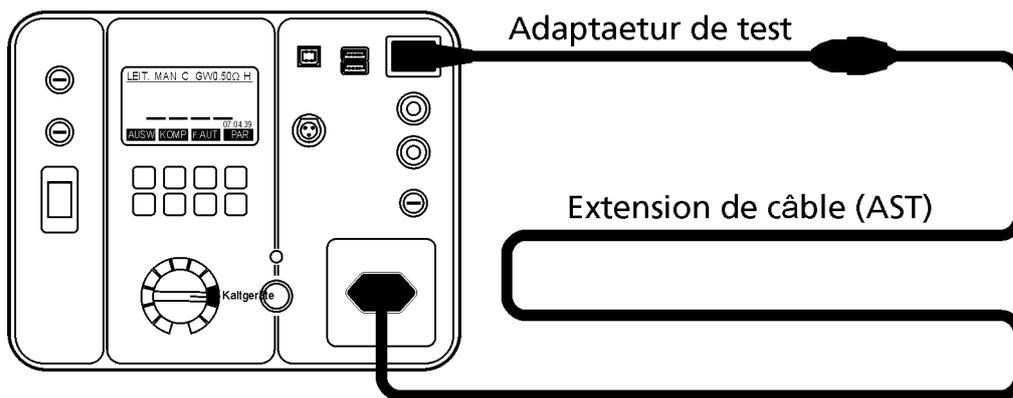

Figure 34: Connexion pour le test des rallonges de câbles
Un adaptateur de test supplémentaire est utilisé pour tester les rallonges de câble (voir figure 34), les prises multiples ou les enrouleurs de câble (voir l'image 35). C'est pourquoi l'adaptateur doit être compensé avant d'effectuer les tests sur les rallonges de câbles ou sur les enrouleurs de câbles. Le symbole "C" (compensé (8)) doit être présent sur la ligne supérieure, voir figure 32 - image de gauche. Tout bon câble IEC pourrait être utilisé comme adaptateur de test.
- Connectez la rallonge de câble ou l'enrouleur de câble conformément aux figures 34 ou 35 ci-dessous. Utiliser un câble IEC standard compensé comme adaptateur de test pour connecter la rallonge de câble testée ou l'enrouleur de câble au connecteur IEC (14) du testeur GT-650/GT-900.